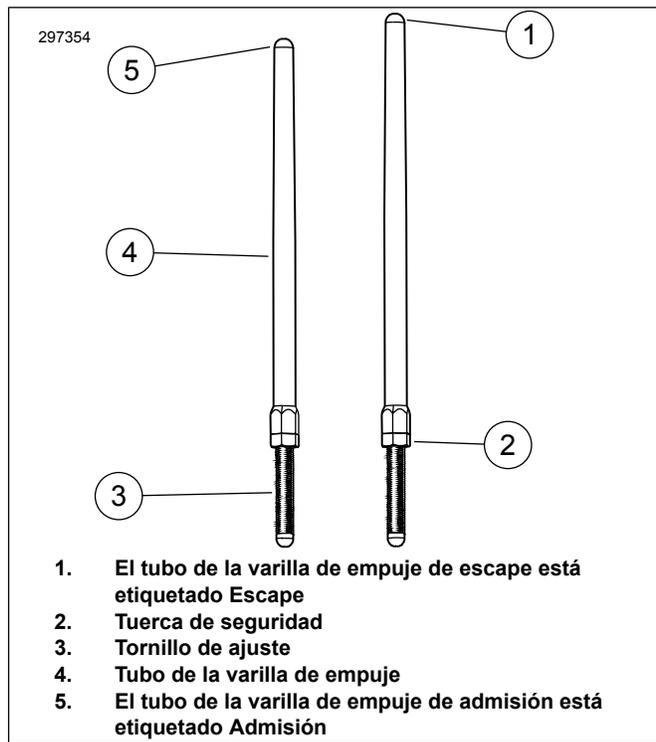

Figura 1. Varilla de empuje ajustable
6. Consulte la Figura 1. Afloje la tuerca de seguridad en todas las varillas de empuje y ajústelas en su longitud más corta.